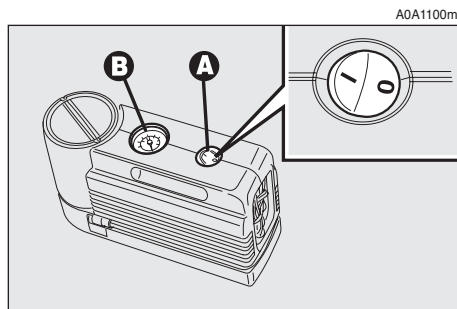
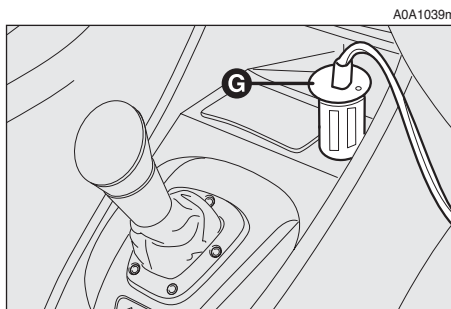

fig. 15
fig. 16
– s'assurer que l'interrupteur **A-fig. 15** du compresseur soit en position **0** (éteint), démarrer le moteur, introduire la fiche **G-fig. 16** dans la prise de courant/allumecigares et actionner le compresseur en positionnant l'interrupteur **A-fig. 15** sur **I** (allumé);
– gonfler le pneu à la valeur correcte de pression. Pour un relevé plus précis, il est conseillé de vérifier la valeur de la pression sur le manomètre **B-fig. 15** lorsque le compresseur est éteint;